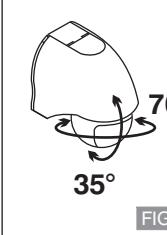

FIG. 10
- Régler le détecteur de façon qu'il couvre la zone de détection souhaitée (FIG. 10). Pour avoir une zone de couverture plus réduite orienter le détecteur vers le bas; pour une zone de couverture plus ample l'orienter vers le haut.
- Justieren Sie den Bewegungsmelder so, dass der gewünschte Bereich erfasst wird (ABB. 10). Um den Erfassungsbereich zu verringern, richten Sie den Sensor nach unten, um den Erfassungsbereich zu erweitern, richten Sie den Sensor nach oben.